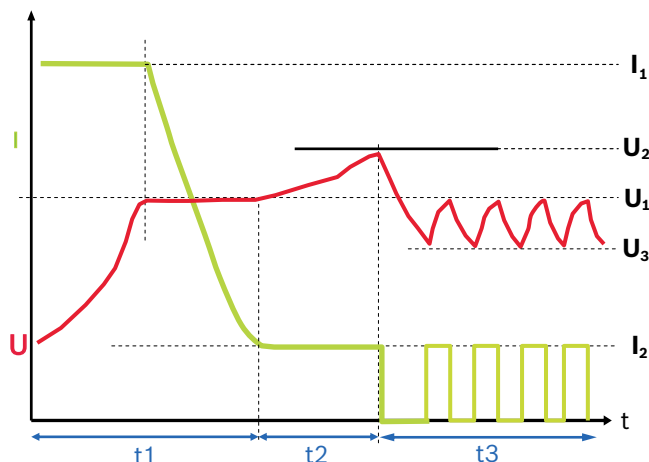

図 3: 充電特性
- 充電進行状態 (図3の充電特性を参照)
① 深放電バッテリーの場合、BAT 645は先ず緩やかに充電します。充電の強さはバッテリー容量の設定に依存します。表示にメッセージ "緩やかな充電" が現れ、緑色と黄色LEDが1秒間隔で点滅します。
① 中断された充電は再開する必要があります。